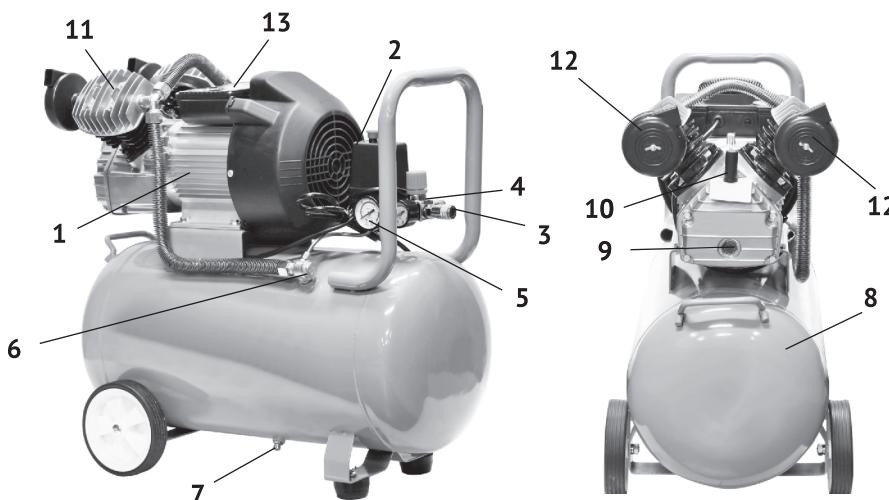
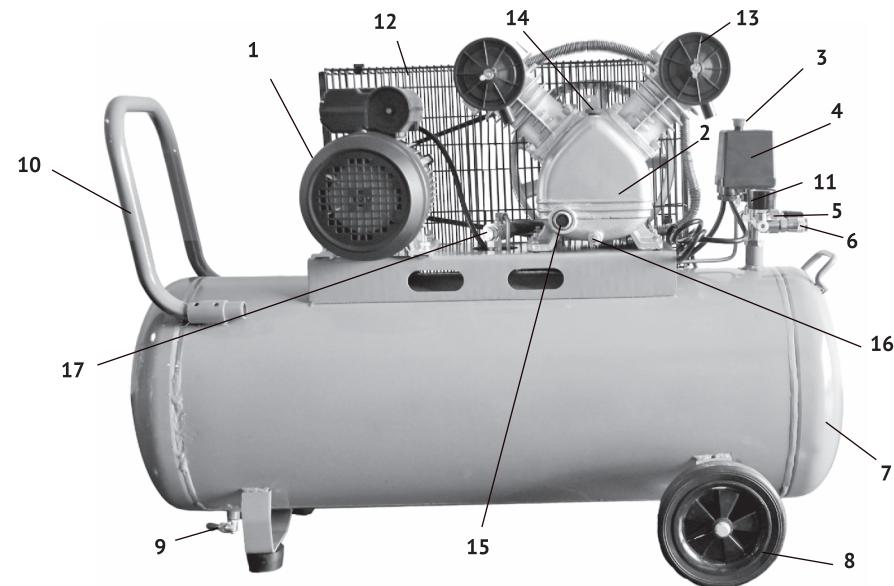
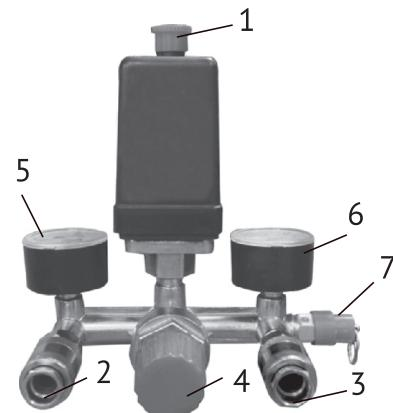

Рис.1
Рис.2
Рис. 4
7.1.Общий вид компрессора КМК-2000/50/2 схематично представлен на рис.1
7.2.Картер компрессорной группы (рис.1 поз.1) с двигателем закреплены на металлическом корпусе ресивера (рис.1 поз.8). Вращение якоря двигателя преобразуется кривошипно-шатунным механизмом в возвратно-поступательное движение поршней двух цилиндров. Сжатый воздух из выпускных клапанов цилиндров подаётся в ресивер. При подключении к быстроразъёмным выходным штуцерам (рис.1 поз.3) коллектора пневмоинструмента, сжатый воздух подаётся к инструменту. Выходное давление в штуцерах регулируется редуктором и контролируется манометрами.
7.2.Общий вид компрессора КМК-2500/100/2 схематично представлен на рис.2
7.4.Картер компрессорной группы (рис.2 поз.2) с двигателем (рис.2 поз.1) крепятся на металлической платформе корпуса ресивера (рис.2 поз.7). Вращение с якоря двигателя шкивами и клиновым ремнём передаётся на коленчатый вал компрессорной группы. Вращение коленчатого вала преобразуется кривошипно-шатунным механизмом в возвратно-поступательное движение поршней. Два цилиндра с V-образным расположением, смонтированы на картере. Воздух, через воздушные фильтры (рис.2 поз.13) подаётся во впускные клапаны цилиндров. Сжатый воздух из выпускных клапанов цилиндров, через обратный клапан (рис.2 поз.17), подаётся в ресивер (рис.2 поз.7). При подключении к быстроразъёмным выходным штуцерам (рис.2 поз.6) шланга пневмоинструмента, сжатый воздух подаётся к инструменту. Выходное давление в штуцере регулируется редуктором (рис.2 поз.4) и контролируется манометром.
При подключении компрессора к сети питания, убедитесь что, выключатель реле давления (рис.4 поз.1) находится в позиции «Выкл», положение «Нажато». Запустите компрессор, переведя выключатель в позицию «Вкл», положение «Отжато». Для обеспечения хорошей работы компрессора при первом запуске рекомендуется оставить компрессор работающим в течение 5-8 минуте полностью открытыми выходными кранами (рис.4 поз.2,3) и редуктором (рис.4 поз.4), после чего откройте вентиль слива конденсата (рис.1 поз.7 (для КМК-2000/50/2) или рис.2. поз.9 (для КМК-2500/100/2)), находящийся снизу ресивера и слейте конденсат. После первых 5-ти часов работы компрессора проверьте крепление винтов головки цилиндра и фильтров (рис.1,2, поз.12).
Компрессор имеет два выходных штуцера оснащённых манометрами. Давление в ресивере показывает манометр расположенный справа (рис.4 поз.6), в то время как манометр находящийся слева (рис.4 поз.5), показывает давление на выходе, которое Вы можете регулировать с помощью редуктора (рис.4 поз.4). Выходной штуцер (рис.4 поз.3) выдаёт сжатый воздух с максимальным рабочим давлением в ресивере, а выходной кран штуцер (рис.4 поз.2) выдаёт сжатый воздух с рабочим давлением, установленным с помощью редуктора (рис.4 поз.4).
Также компрессор оснащён предохранительным клапаном (рис.4 поз.7) для ограничения максимального давления в ресивере.
10.3.По окончании работы: перевести выключатель реле давления в положение «Выкл», отключить розетку компрессора от сети питания и полностью сбросить давление, открыв выходной штуцер (рис.4 поз.3).
-Открутите пробку заливной горловины (рис.2 поз.14).
-Открутите болт сливного отверстия (рис.2 поз.16).
-Через воронку залейте новое масло, контролируя уровень через окно (рис.2 поз.15).
-снять защитную решётку (рис.2 поз.12), открутив болты крепления;